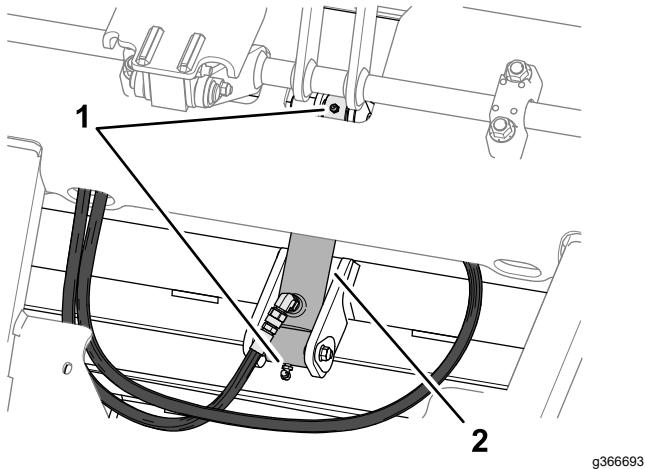

Figure 73
1. Retirez le bouchon de remplissage du couvre-culasse (Figure 73) et versez lentement environ 80 % de la quantité d'huile spécifiée : 2 litres (2,1 ptes américaines) dans le goulot de remplissage du couvre-culasse.